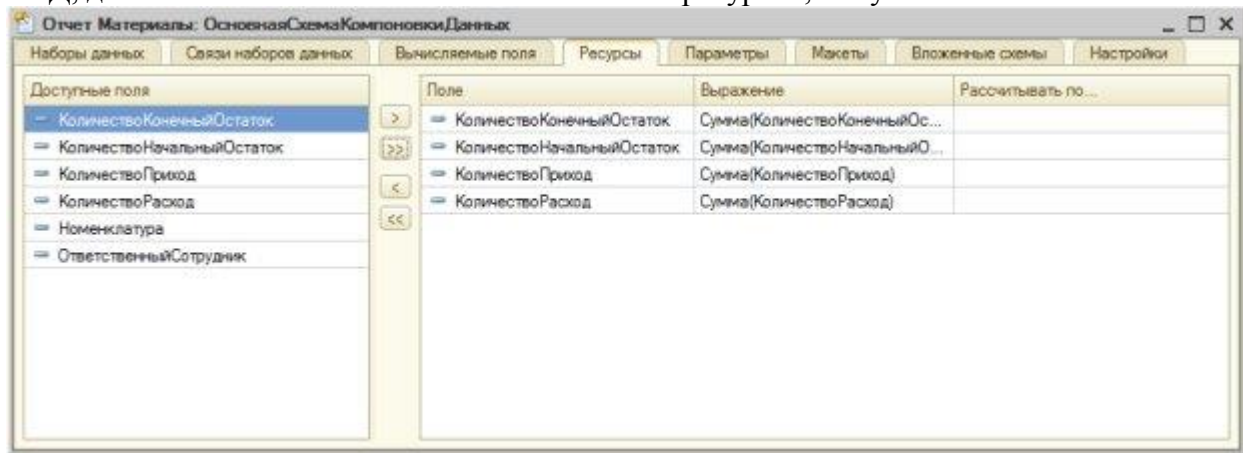

Рисунок 14.7. Настройка состава ресурсов
18. Наждем ОК в окне конструктора запроса, перейдем на закладку Ресурсы окна редактора СКД, добавим все количественные поля в состав ресурсов, Рисунок 14.7.